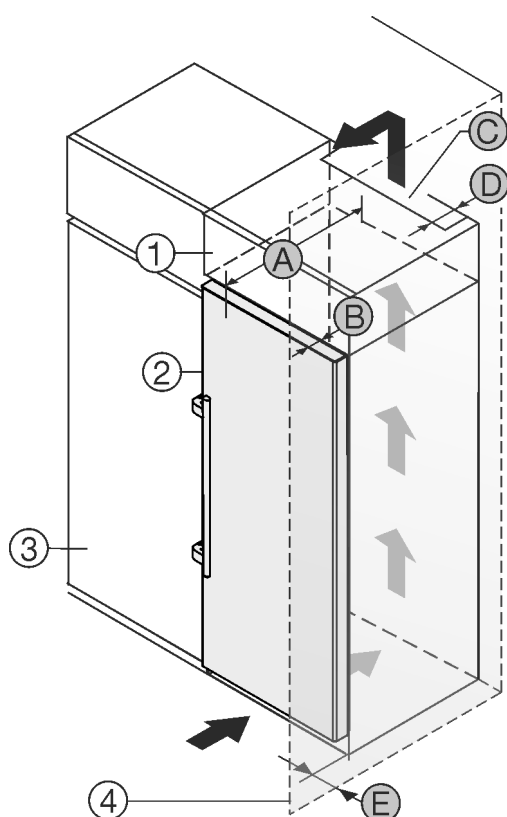

Fig. 2
Vous pouvez placer le réfrigérateur directement à côté de l'armoire de cuisine *Fig. 2 (3)**.
Une sortie d'air avec la profondeur *Fig. 2 (D)* doit être présente au dos de la rehausse sur toute sa largeur.*
La section de ventilation *Fig. 2 (C)* sous plafond doit être respectée.*
Si le réfrigérateur est installé avec les charnières près d'une paroi *Fig. 2 (4)*, la distance entre le réfrigérateur et la paroi doit être d'au moins 57 mm . Cela correspond au dépassement de la poignée lorsque la porte est ouverte.*
Pour pouvoir ouvrir complètement les portes, le réfrigérateur doit dépasser de la profondeur de la porte *Fig. 2 (B)* par rapport à la façade du placard. L'appareil peut déborder encore plus en fonction de la profondeur des placards *Fig. 2 (3)* et de l'utilisation de cales d'épaisseur.*